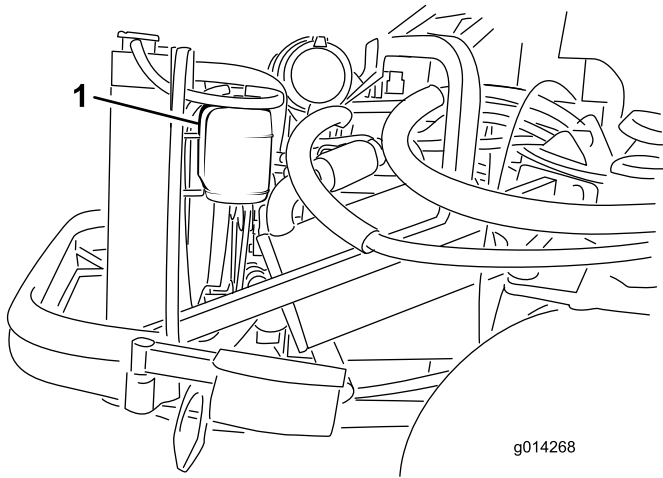

Bild 33
1. Prüfen Sie den Kühlmittelstand im Ausdehnungsgefäß (Bild 33). Er muss sich zwischen den Marken an der Seite des Gefäßes befinden.